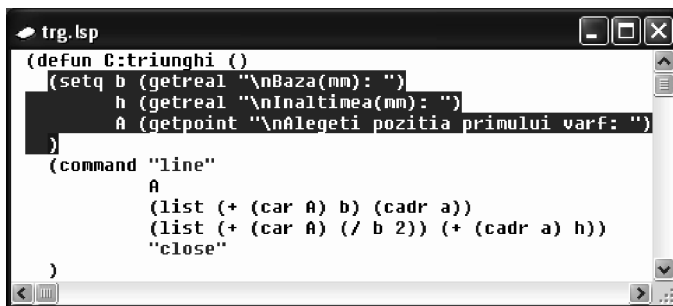

Fig. 12.8 Evidențierea codului executat
7. Se răspunde la prompturile afișate. Atunci când ajunge la marcatorul *Breakpoint*, programul se întrerupe, comutând automat în fereastra *VLISP*, pe marcatorul definit anterior și cu evidențierea codului executat – vezi Fig. 12.8.